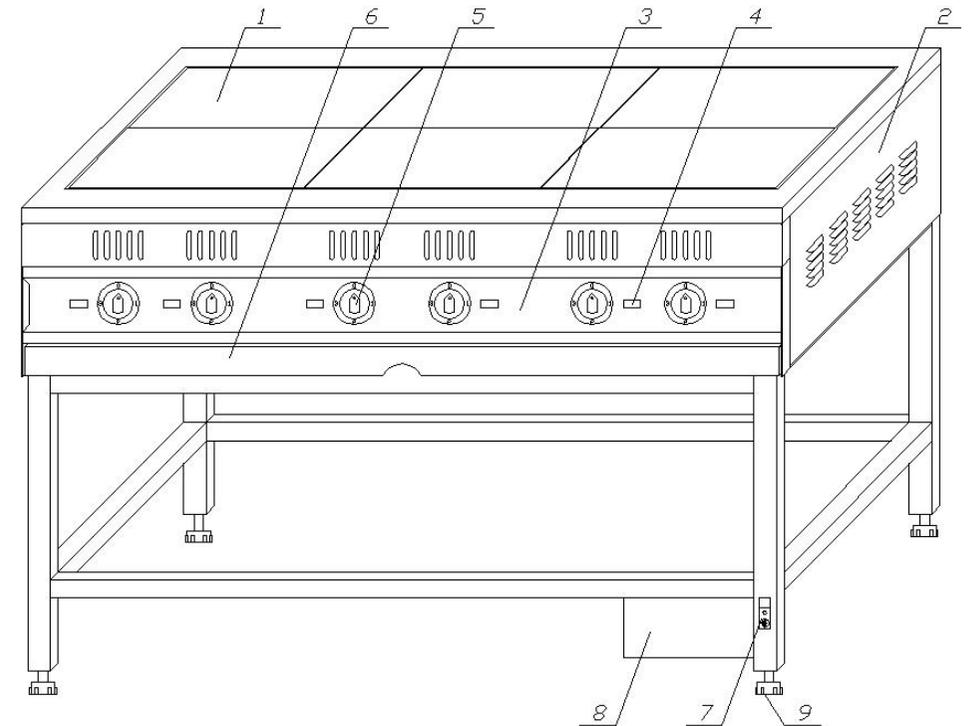

Рисунок 1
4.1 Общий вид плиты приведен на рис. 1.